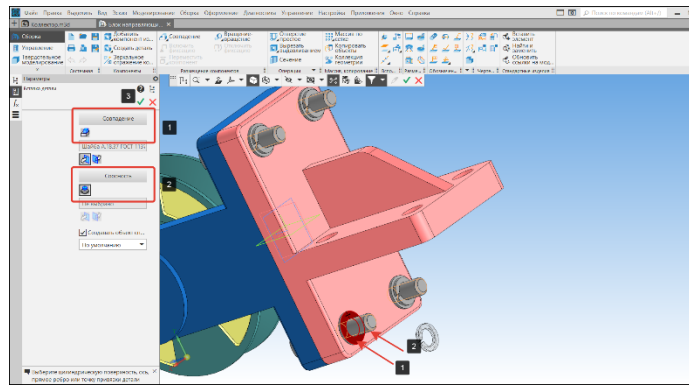

Рисунок 337 – Сопряжение Шайба-Гровер
- Для сопряжения Шайба-Гровер укажем плоскость сопряжения совпадения (плоскость шайбы) (1) и соосность (ось болта) (2) (Рисунок 337). Выполним сопряжение для всех болтовых соединений;